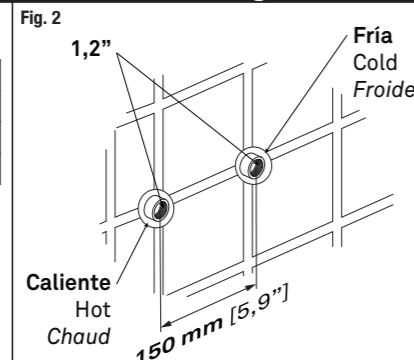

Fig. 2
- Preparar la instalación de las tomas de agua con una separación de 150 mm (Fig. 2), con una altura recomendada respecto al suelo de 1050 mm (Ver pág.1, "PLANOS").